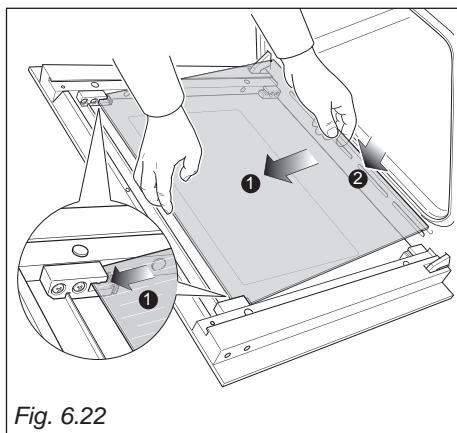
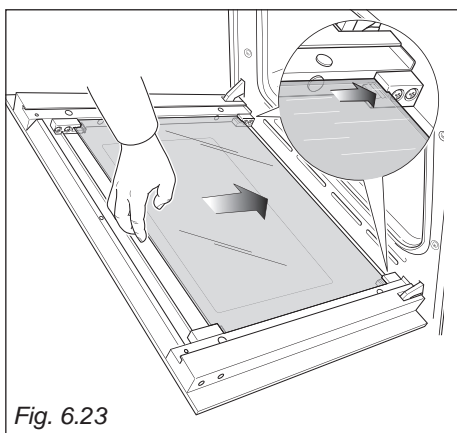

Fig. 6.22
Fig. 6.23
- Forsigtig indsættes toppen af glasset i klemmerne som vist med pil 1 på Fig. 6.22. Derefter monteres den nederste del af glasset i klemmerne som vist med pil 2 på Fig. 6.22. Til sidst glides glasset på plads (Fig. 6.23).